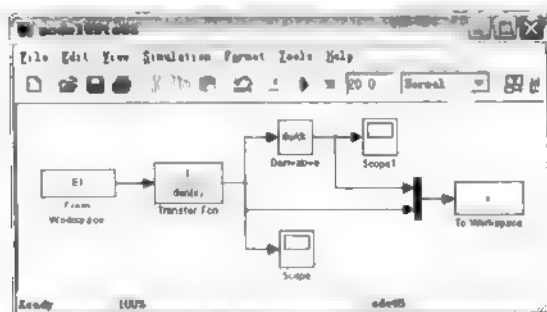

图 9.17 传递函数 Simulink 模型
(3) 建立 Simulink 模型。Simulink 模型如图 9.17 所示，保存为 model09to08.mdl。